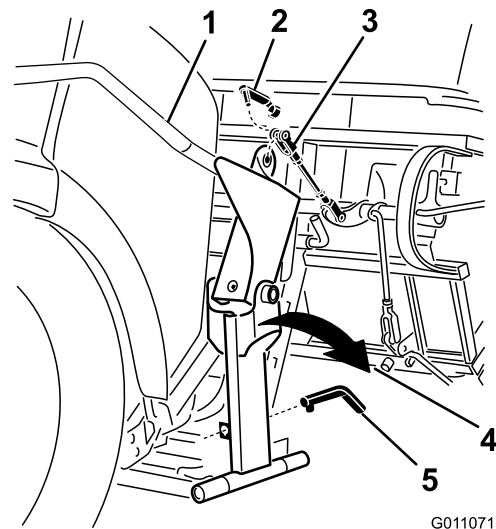

Figura 34
3. Remova a mola do pino de segurança que liga a forquilha ao manípulo (Figura 34).
4. Remova o pino para fora do orifício da chave que segura o manípulo no sítio (Figura 34).
5. Rode o manípulo para fora para permitir o acesso ao capot (Figura 34).